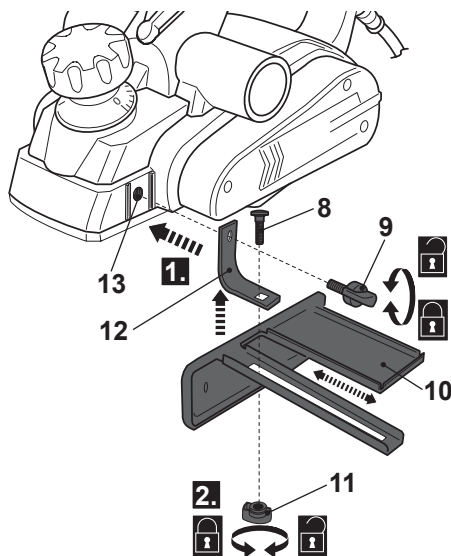

Fig. 3
- > Alinee el orificio en el soporte angular (12) con el orificio de montaje (13) y fíjelo con un tornillo mariposa (9) (Fig. 3, paso 1).
- > Fije la guía paralela (10) al soporte angular (12). Fíjela con el perno de montaje (8) y la tuerca mariposa (11) (Fig. 3, paso 2).
- > Ajuste la guía paralela (10) al ancho deseado.
- > Apriete la tuerca mariposa (11).